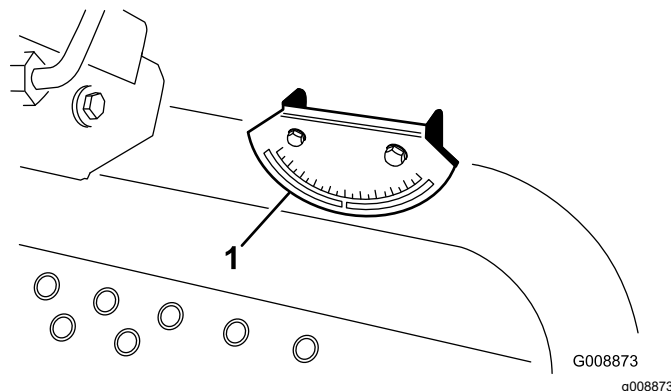

Figura 7
4. Compruebe el indicador de pendientes montado en la columna de dirección de la máquina (Figura 7).